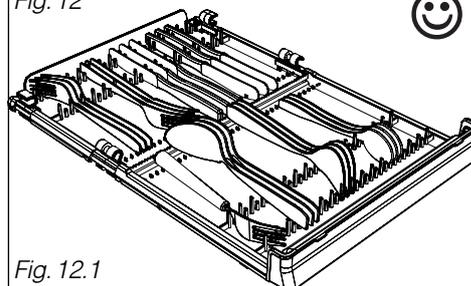
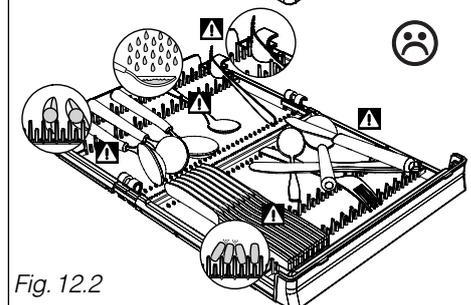

Fig. 12.1
Fig. 12.2
*Para uma lavagem e secagem excelentes, privilegie uma orientação dos talheres como a representada na fig.12.1. Tenha cuidado para evitar posicionamentos como os representados na fig. 12.2 (talheres demasiado próximos, cabos redondos não fixados, talheres fora do compartimento.. Os talheres grandes devem ser colocados no cesto superior.*